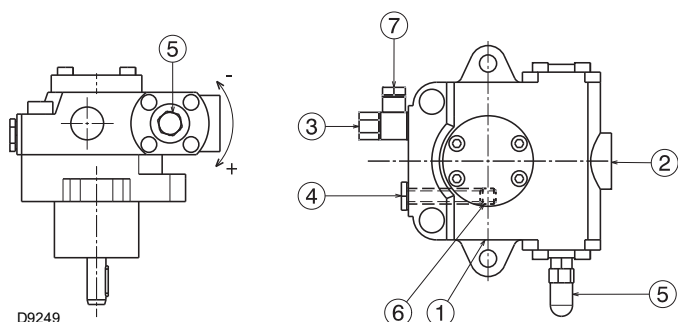

Fig. 24
Elles sont installées sur le brûleur avec le by-pass fermé par la vis 6 (Fig. 24).
- Pour que la pompe (Fig. 24) puisse s'auto-amorcer, il est indispensable de desserrer la vis 4) afin de purger l'air contenu dans le tuyau d'aspiration.
Légende (Fig. 24)